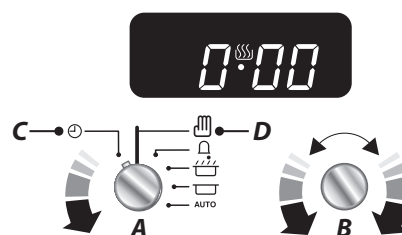

Fig.3.2
2. Pour régler l'heure, placez le bouton du Programmeur (A) sur la position Horloge (C) et revenez à la position Manuel (D). Le point central clignote indiquant que l'heure peut être réglée. Tournez le bouton de Réglage (B) dans le sens horaire ou anti-horaire (**Fig.3.2**) pour régler l'heure.